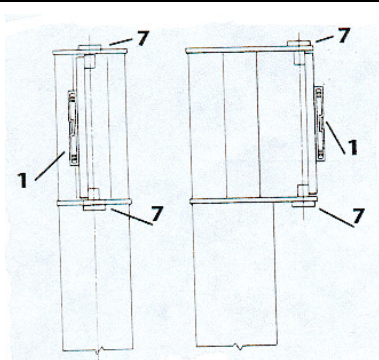

Fig.28
- c. vérifier la verticalité de l'axe de rotation, en utilisant pour cela un niveau bulle et un axe qui doit être placé directement sur les broches tournantes **7** (fig. 28).